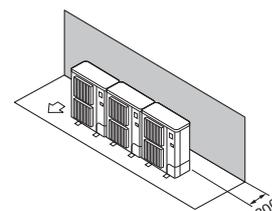

Fig. 3-11
① Obstáculos apenas na parte de trás (Fig. 3-11)